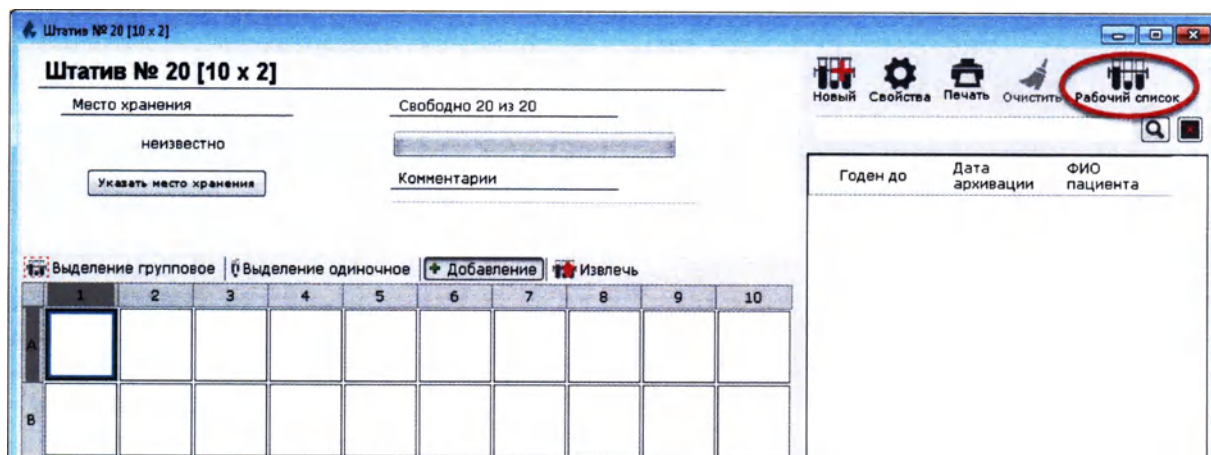

Рисунок 13.15
1. Находясь в карте штатива, нажмите кнопку «Рабочий список» (Рисунок 13.15):